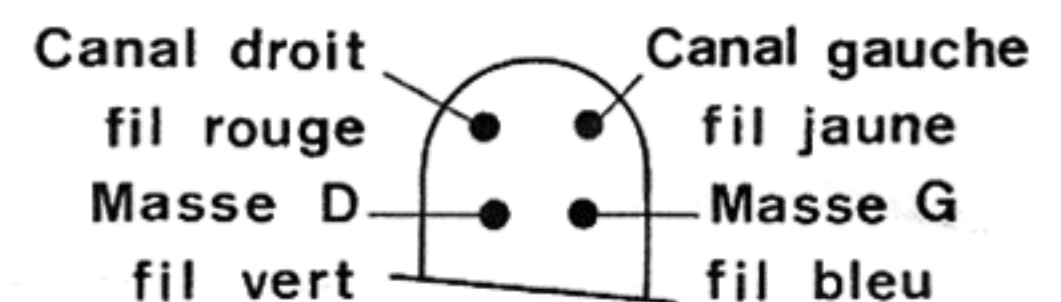

Fig. 3
- Le connecteur tétrapolaire de l'embout détachable est câblé suivant le standard international (fig. 3).